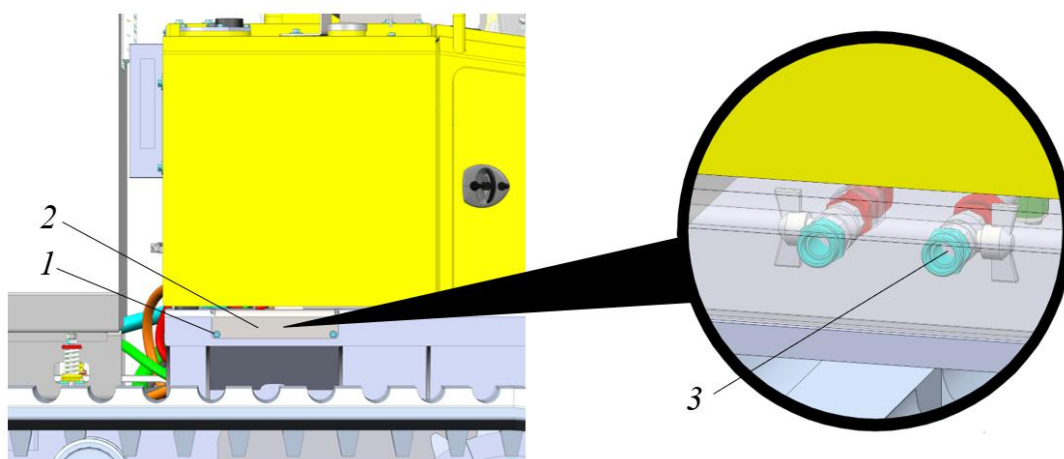

Рисунок 5.42. Размещение сливного крана
- ▶ Ключом  на 17 выкрутить крепеж 1 (болт с шайбами), снять крышку 2, см. рис. 5.42.